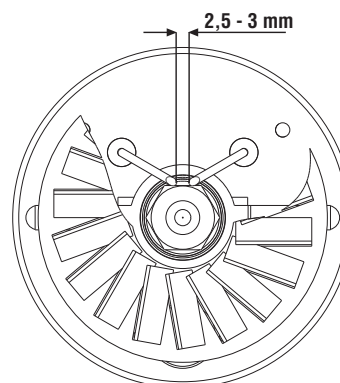

Fig.2
- Démontez le brûleur et nettoyez les différentes parties, nettoyez les électrodes et réglez leur distance en respectant les données Fig.2.